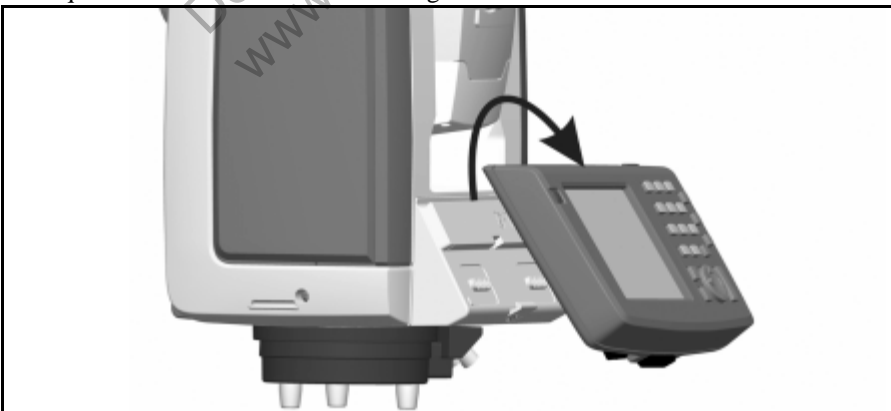

Figura 4.37 Desconexión del Trimble CU (2)
3. Desenganche la parte superior del Trimble CU del extremo superior del panel y sáquelo del instrumento. Véase la Figura 4.37